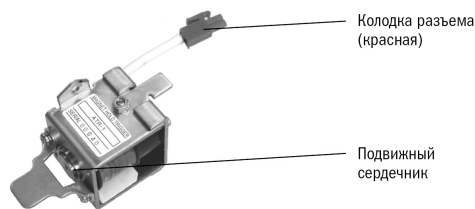

Рисунок 61. Общий вид КМО
- 5) Рисунок 61 демонстрирует общий вид КМО. Чтобы сдвинуть сердечник, вставьте небольшой шток в центральное отверстие наискосок, удерживая шток, надавите на сердечник.